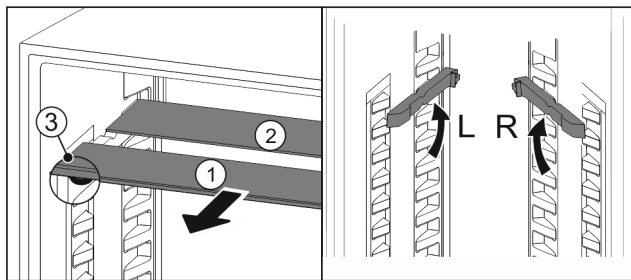

Fig. 87
- Glasplaten afzonderlijk vanaf de voorkant eruit trekken (Fig. 87 (1)).
- ▷ Glasplaat Fig. 87 (1) met sierlijst ligt voor.
- ▷ Stops Fig. 87 (3) zijn naar onder gericht.